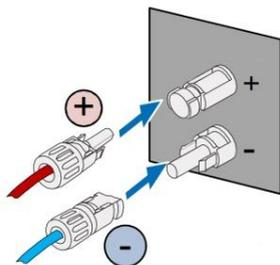

Рис. 5.5 Подключенный к инвертору фотовольтаический кабель постоянного тока
(1) Соедините положительные и отрицательные разъемы подключенных фотовольтаических кабелей с соответствующими позициями интерфейса постоянного тока инвертора и убедитесь в прочности соединения, как показано на рис. 5.5;
(2) При демонтаже разъема постоянного тока с инвертора вставьте кончик шлицевой отвертки в рельефное отверстие в центре разъема и с усилием выньте подвижный конец разъема.